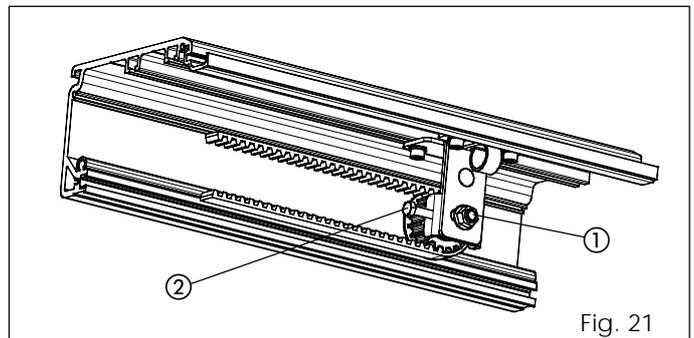

Fig. 21
- Allentare il dado (fig. 21 rif. ①).
- Avvitare il bullone di fig. 21 rif. ② per tendere la cinghia o svitarlo per allentarla.
- Una volta regolato il tensionamento stringere il dado (fig. 21 rif. ①).